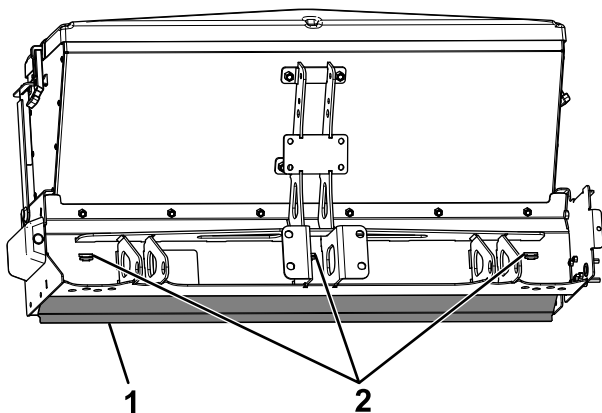

图 5
2. 将车箱挡板向上滑动至撒布机下方将凸舌锁入撒布机机架上的槽中图 5。